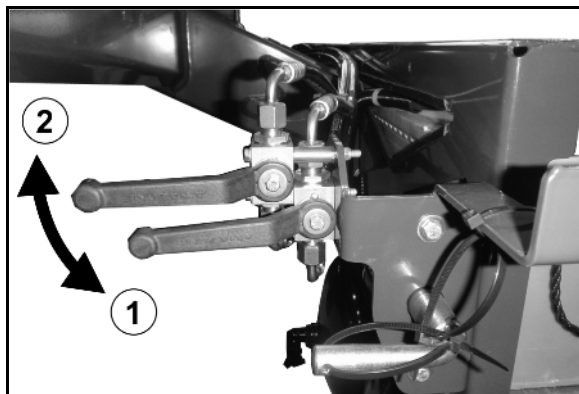

图 25
- 打开在液压模块上的截止阀（图 25/1）。
- 关闭截止阀（图 25/2）：